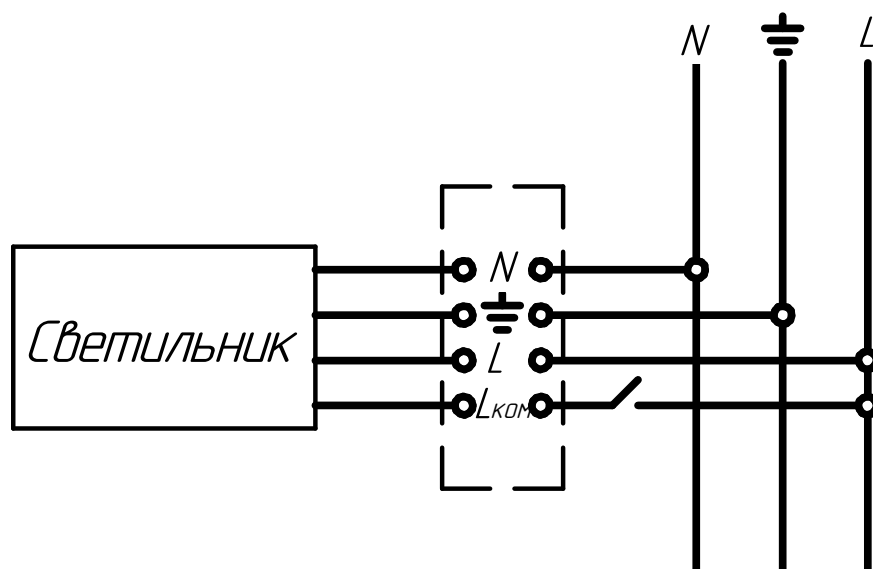

Рисунок 4. Схема подключения светильника к сети
6.4 Подключение светильника с аварийным блоком питания производить согласно схеме (рисунок 4). Подключите фазовый провод некоммутированной сети освещения (т.е. между фидером и светильником не должно быть никаких выключателей, кроме автоматов защиты) к клемме 2, а фазовый провод коммутированной сети к клемме 1.